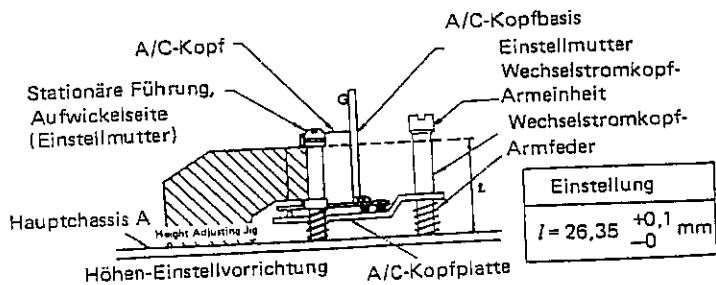

Abbildung 22.
- Wie aus Abb. 22 ersichtlich, setzt man die Führungshöhe-Einstellvorrichtung am Hauptchassis A an.